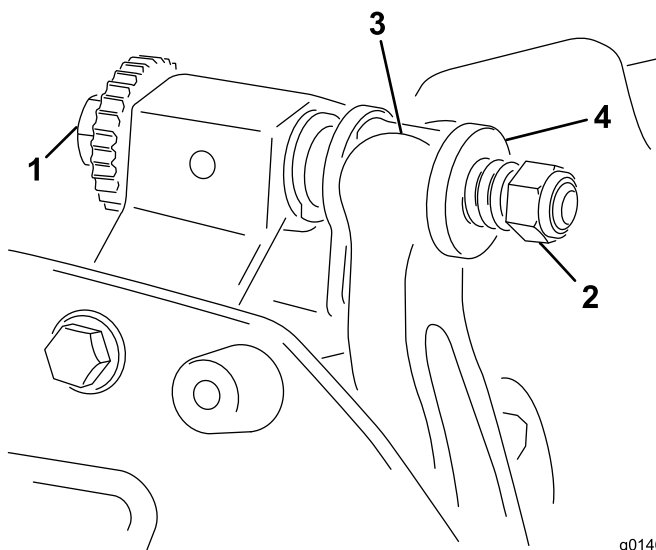

Figura 18
1. Ruotate la vite di regolazione della barra di appoggio in senso antiorario per allontanare la controlama dal cilindro (Figura 18).
2. Allentate il dado di tensione della molla, finché la rondella non sarà più in tensione contro la barra di appoggio (Figura 18).
1. Montate la barra di appoggio posizionando i supporti di montaggio tra le rondelle e la vite di regolazione della barra di appoggio (Figura 18).